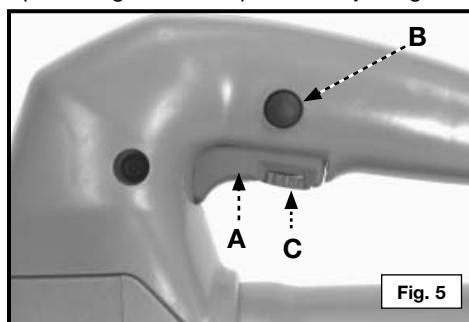

Fig. 5
- Apriete el gatillo interruptor (A) Fig. 5 para poner en marcha el motor. Suelte el gatillo interruptor para parar el motor.
- Botón de fijación – Un botón de fijación (B) Fig. 5 se provee para mantener la sierra en "**MARCHA**" sin tener que apretar el gatillo interruptor. Para fijar el gatillo en esta posición, apriete el gatillo hasta su límite y enganche (empuje) el botón y suelte el gatillo.
Esta sierra está equipada con un control de velocidad variable ajustable y el intervalo de velocidad es de 500 a 3100 CPM. La velocidad se ajusta girando el botón de control (C) Fig. 5. El control de velocidad puede ajustarse con el motor en marcha o parado.